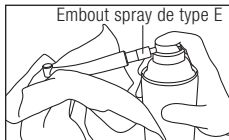

Fig. 13
- ❶ Fixez un embout spray de type E à l'embout du PANA SPRAY Plus.
- ❷ Agitez le contenant 3 ou 4 fois, puis insérez l'embout spray de type E à l'arrière de la pièce à main, en tenant sa tête avec un tissu, etc.
- ❸ Tenez la pièce à main et pulvérisez pendant 2 ou 3 secondes, jusqu'à ce que de l'huile sorte par la tête de la pièce à main (Fig. 13). Répétez la lubrification jusqu'à ce que des corps étrangers cessent de sortir par l'extrémité.